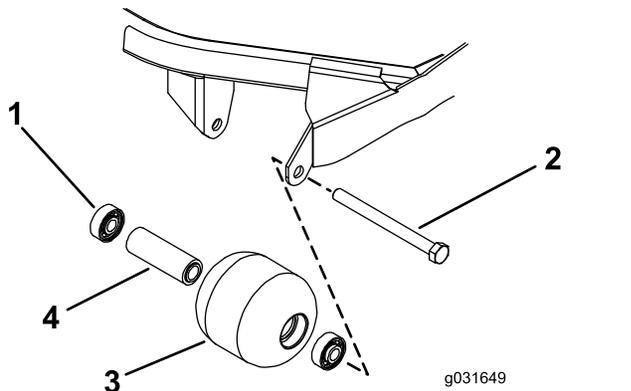

Figura 73
1. Retire o parafuso de montagem do rolo (Figura 73).
4. Verifique se a estrutura dos rolamentos, os rolamentos e o espaçador de rolamentos estão danificados (Figura 73).
1. Empurre só a calha externa ou, então, exerça o mesmo tipo de pressão nas calhas interna e externa, e empurre o primeiro rolamento para a estrutura do rolamento (Figura 73).
2. Coloque o espaçador (Figura 73)
estrutura do rolamento até entrar em contacto com o espaçador (Figura 73).